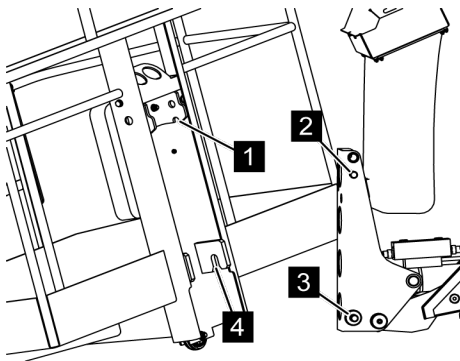

Fig. 75: Mettre la nacelle en place
8. ➔ Enfoncer la nacelle de travers avec la fixation (Voir la Fig. 75/4) sur la cheville (Voir la Fig. 75/3).
9. ➔ Pousser la nacelle vers la machine et la déposer avec les fixations (Voir la Fig. 75/1) sur les chevilles (Voir la Fig. 75/2).